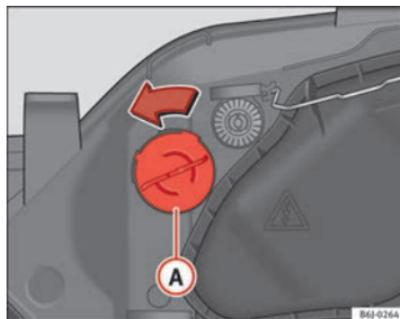

Fig. 165 Luz intermitente
- Gire el portalámparas ⇒ fig. 165 **A** a la izquierda y tirar.